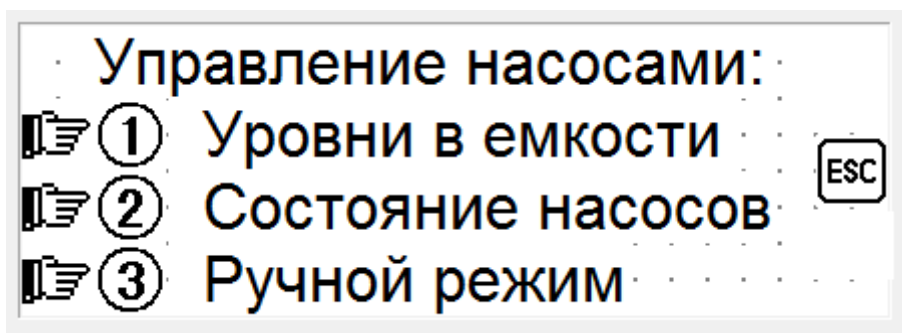

рис.12
3.12. Окно выбора режимов работы. Для выбора нажимаем на кнопку 1, или 2, или 3. Для возврата назад нажимаем кнопку «ESC». См. рис.12